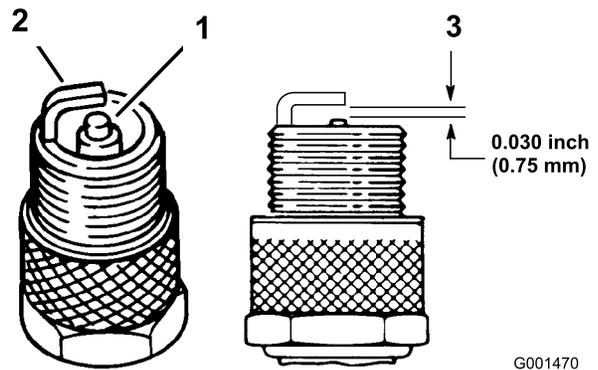

Bild 19
2. Prüfen Sie den Abstand zwischen den mittleren und seitlichen Elektroden (Bild 19). Verbiegen Sie die seitliche Elektrode (Bild 19), wenn der Abstand nicht stimmt.
1. Sehen Sie sich die Mitte der Zündkerzen an (Bild 19). Wenn der Kerzenstein hellbraun oder grau ist, ist der Motor richtig eingestellt. Eine schwarze Schicht am Kerzenstein weist normalerweise auf einen schmutzigen Luftfilter hin.
3. Schließen Sie den Zündkerzenstecker an die Zündkerzen an (Bild 19).